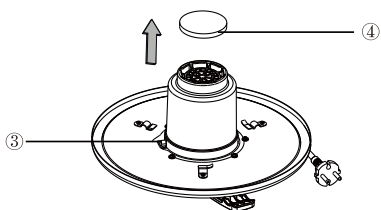

Fig. 12
VIGTIG: Hvis der ikke er noget patronfilter til fint askestøv i strømhovedet, kan askestøvsugeren ikke tændes. Udstyret leveres med en afbryder (③), der kun kan bruges, når der er sat et patronfilter i udstyret (fig. 12).
- #### 2. Rengøring af skumfilteret: Fjern skumfilteret (④) og brug en mild sæbe- og vandopløsning til at vaske og skylle det med rent vand. Lad filteret lufttørre inden det sættes i og bruges igen (fig. 12).